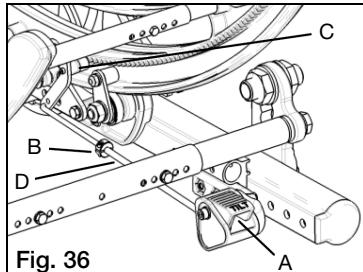

Fig. 36
- Deprima pedal de inclinación (Fig. 36:A).
- Con una llave Allen de 3mm, afloje el collar de bloqueo (Fig. 36:B) aflojando el tornillo en el cuello.
- Con engranaje (Fig. 36:C) participando plenamente en los dientes del bastidor giratorio, y con el pedal de inclinación liberado, vuelva a colocar el collar de bloqueo contra el extremo del tubo (Fig. 36:D) y apriete el tornillo de la abrazadera.